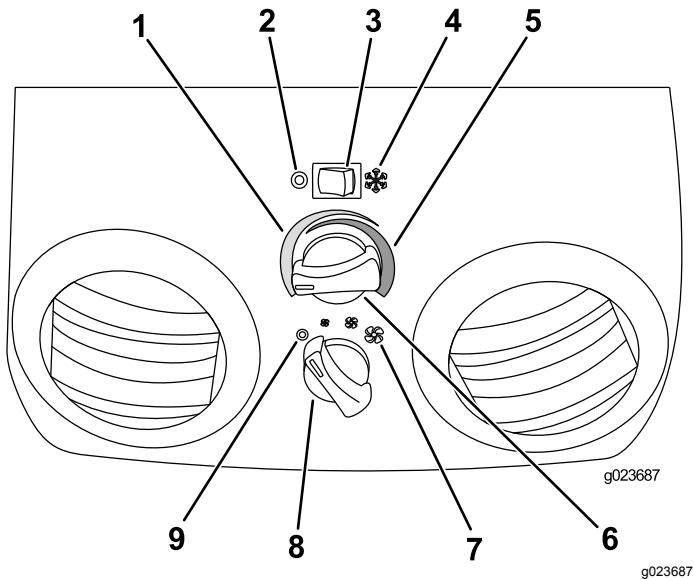

Рисунок 53
- Нажмите переключатель кондиционирования воздуха вправо, чтобы включить систему кондиционирования (положение ВКЛ) (Рисунок 53).
- Поворачивайте РЕГУЛЯТОР ТЕМПЕРАТУРЫ влево, пока не достигнете требуемой температуры (Рисунок 53).
- С помощью регулятора СКОРОСТИ ВЕНТИЛЯТОРА установите низкую, среднюю или высокую скорость (Рисунок 53).
- Нажмите переключатель кондиционирования воздуха влево, чтобы отключить систему кондиционирования (положение ВЫКЛ) (Рисунок 53).
- Поворачивайте РЕГУЛЯТОР ТЕМПЕРАТУРЫ вправо, пока не достигнете требуемой температуры (Рисунок 53).